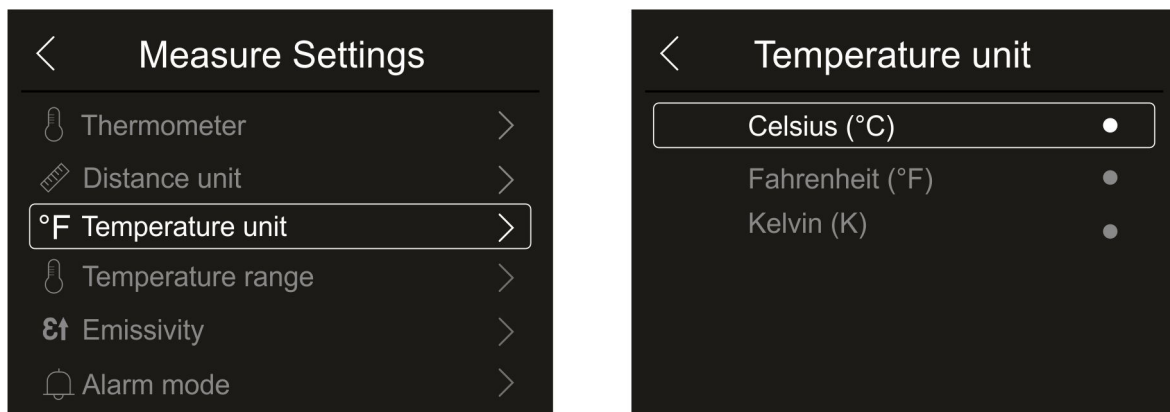

Fig. 26: Menú configuración unidad medida de temperatura
1. Toque el texto “Temperature unit” para realizar la configuración de la unidad de medida de la temperatura. Se muestra la Fig. 26 – parte derecha: